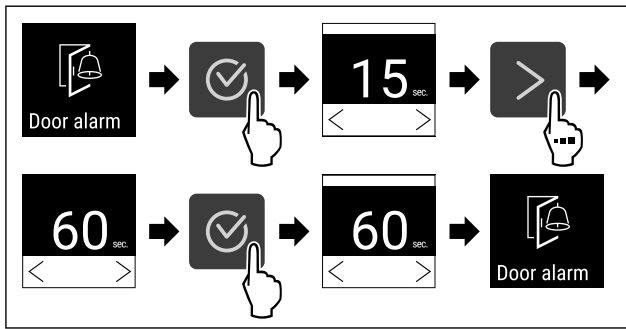

Fig. 104
- ▶ Εκτελέστε τα βήματα ενεργειών (βλέπε Fig. 104) .